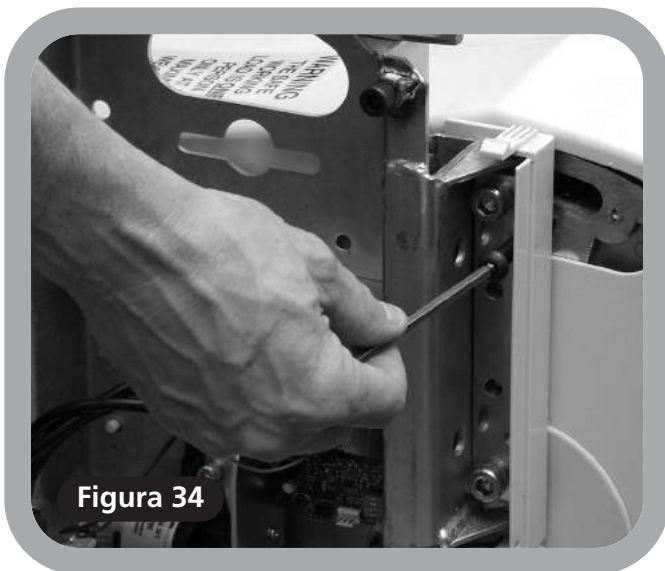

Figura 34
- 5 Ajuste el perno de seguridad (**Figura 34**). Habrá que dejarlo lo suficientemente flojo para que se pueda pasar por detrás la cubierta trasera.